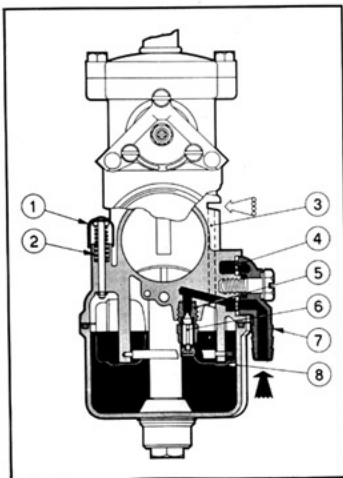

Fig. 25
a) Avviamento (vedi fig. 25)
a) Starting (see Fig. 25)